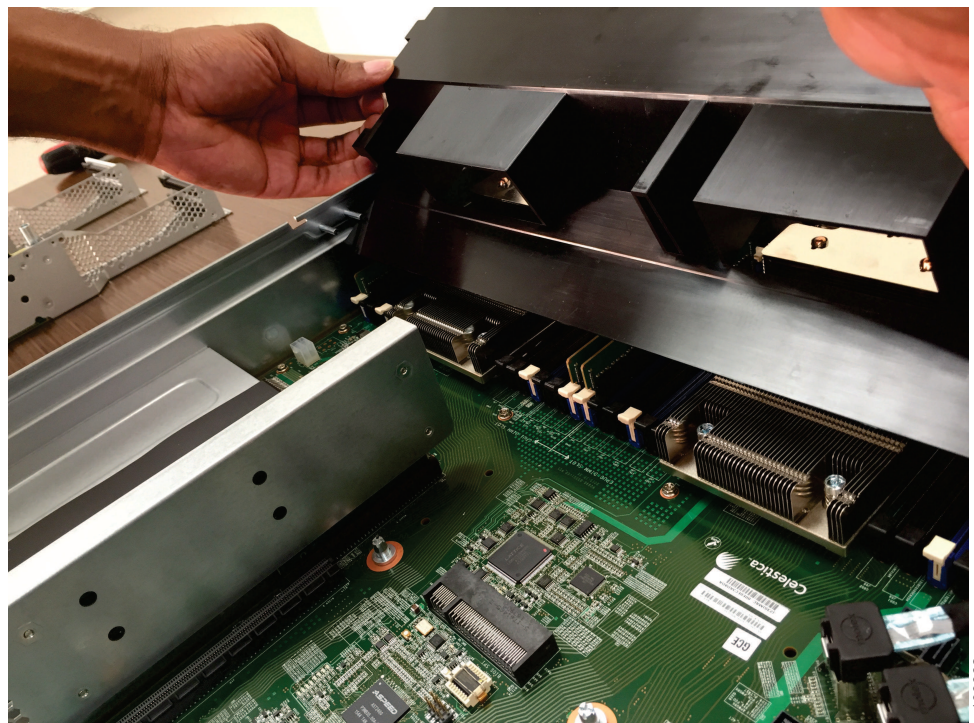

図 58. エア・バッフルの取り外し
3. 74 ページの図 58 に示すように、エア・バッフルを斜めに持ち上げてノードから引き出します。